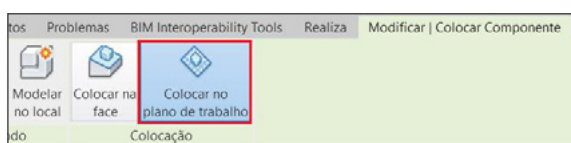

Figura 39 – Acesso ao botão “Colocar no plano de trabalho”.
7. Na aba “Modificar| Colocar Componente”, painel “Colocação”, clique no botão “Colocar no plano de trabalho” (Figura 39);